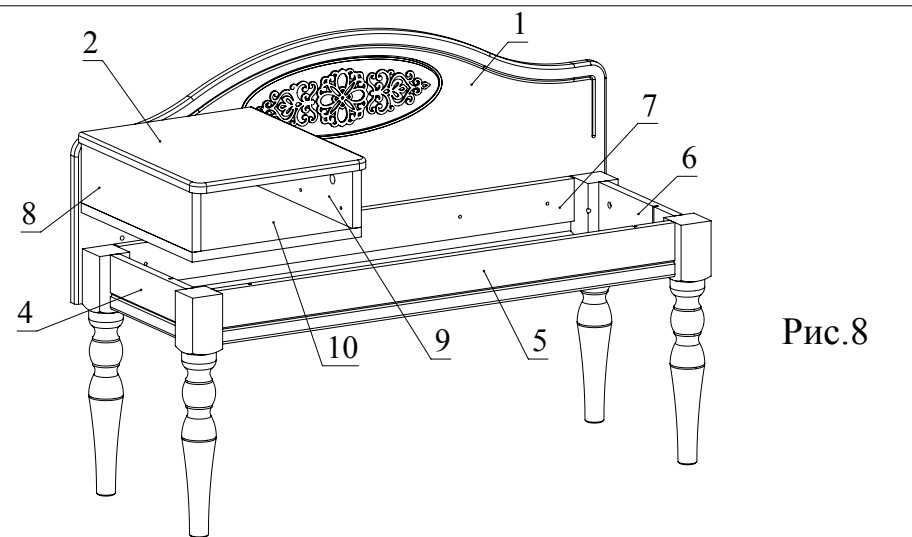

Рис.8
11. Соединить при помощи конфирматов детали 8, 9 с деталью 10. Установить деталь 2 на детали 8, 9 и зафиксировать, повернув конфирматным ключом головки минификсов по часовой стрелке до упора (Рис. 8). Полученную сборку установить на детали 4, 5, 7 и зафиксировать, повернув конфирматным ключом головки минификсов по часовой стрелке до упора (Рис. 8). Соединить при помощи конфирматов детали 2, 8, 9, 10 с деталью 1.